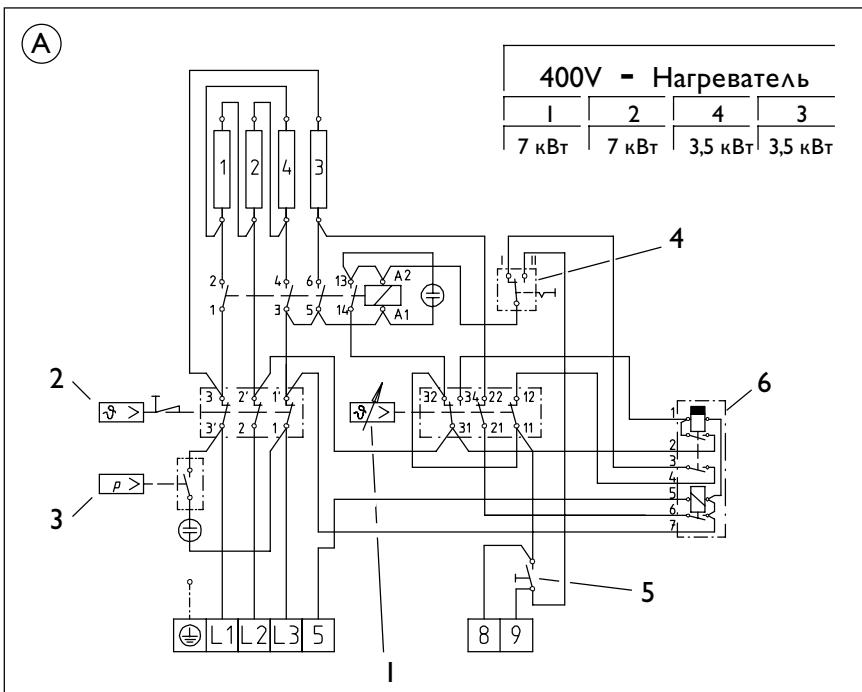

Рис. 11
- Переключатель должен быть установлен в соответствии с режимом эксплуатации (рис.11, поз.4).
### А Схема электрических соединений, рис.11